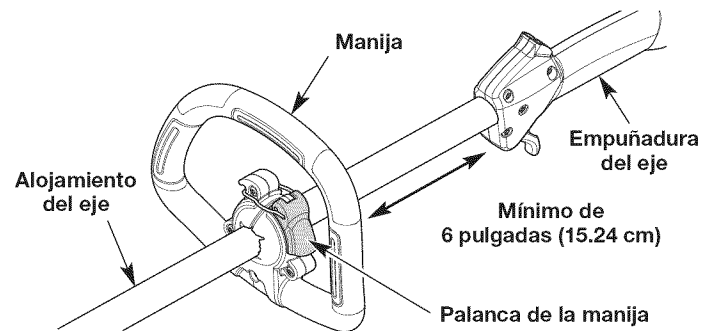

Fig. 2
1. Voltee la palanca de la manija hacia arriba para aflojarla (Fig. 2).
2. Mientras sujeta la unidad en la posición de funcionamiento (Fig. 13), desplace la manija hasta la ubicación que le ofrece el mejor agarre. Ubíquela como mínimo a 6 pulgadas (15.24 cm) del extremo de la empuñadura del eje (Fig. 2).
3. Incline la manija como desee (Fig. 2).